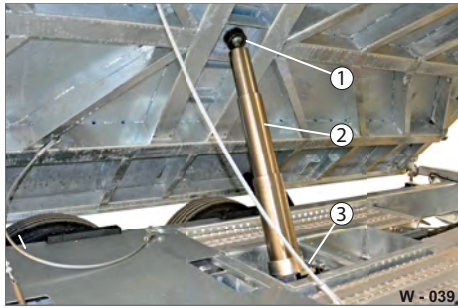

Abb. 39 Teleskop-Zylinder prüfen / warten
- ▶ Prüfen Sie den Zylinder (Abb. 39/2) auf Dichtigkeit (Ölverlust) und festen Sitz.